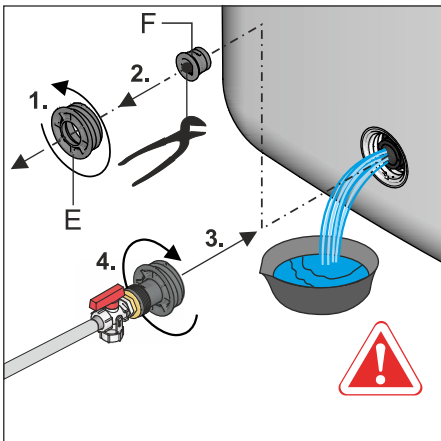

Bild 79-4 Iskrävning av KFE-påfyllningsanslutning i fyllnings- och tömningsanslutningen
- 3 Skruva ur gängstycket på fyllnings- och tömningsanslutningen (Bild 79-4, pos. E) samt ta bort förslutningspluggen (Bild 79-4, pos. F) och skruva omedelbart åter in den förmonterade gänginsatsen med **KFE-påfyllningsanslutningen** i fyllnings- och tömningsanslutningen (Bild 79-4) ..